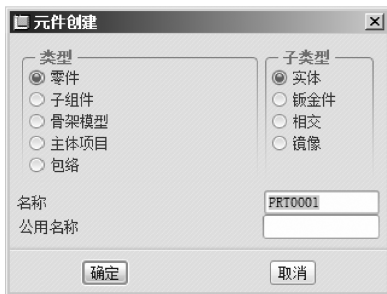

图 9-77 【元件创建】对话框
(1) 选择菜单栏中的【插入】|【元件】|【创建】选项，或者单击【工程特征】工具栏中的【创建】按钮，弹出【元件创建】对话框，如图 9-77 所示。
(2) 在【类型】选项组中单击【零件】单选按钮，在【子类型】选项组中单击【实体】单选按钮，在【名称】文本框中输入新建零件的名称。